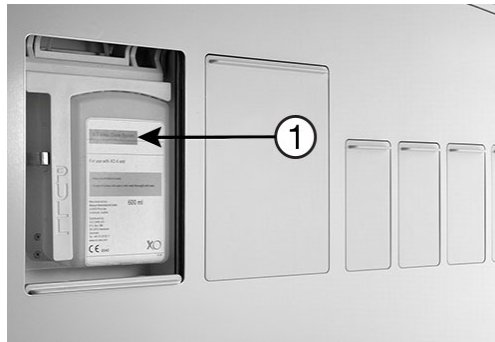

Abbildung 75 – Austausch der XO Water Clean Kartusche
1. Die linke Serviceklappe öffnen - Abbildung 75